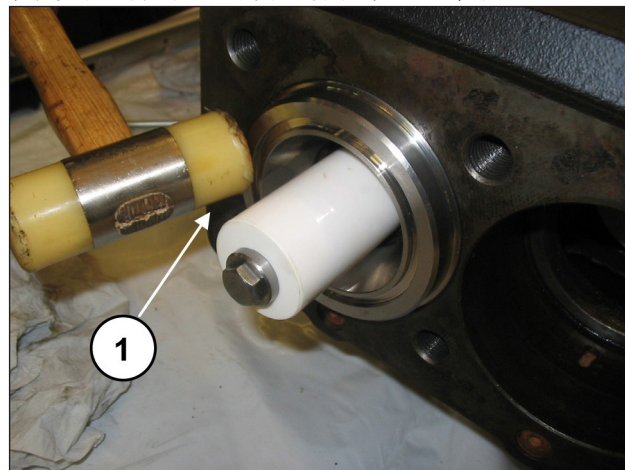
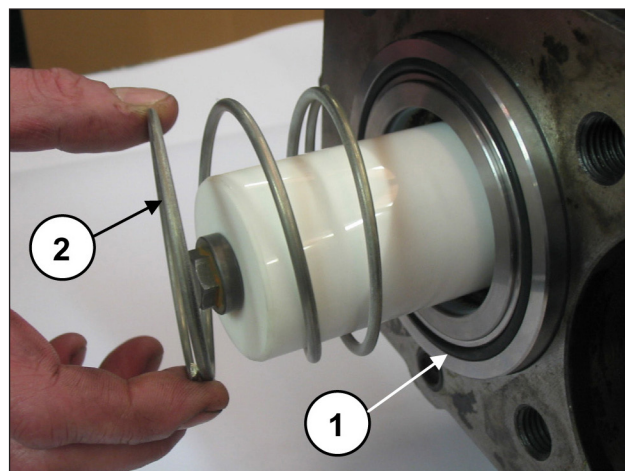

图 186
图 187
确保缸套/支撑单元正确定位在底座底部（位置②，图 186）；现在安装缸套正面的O形圈和弹簧（位置①②，图 187）。